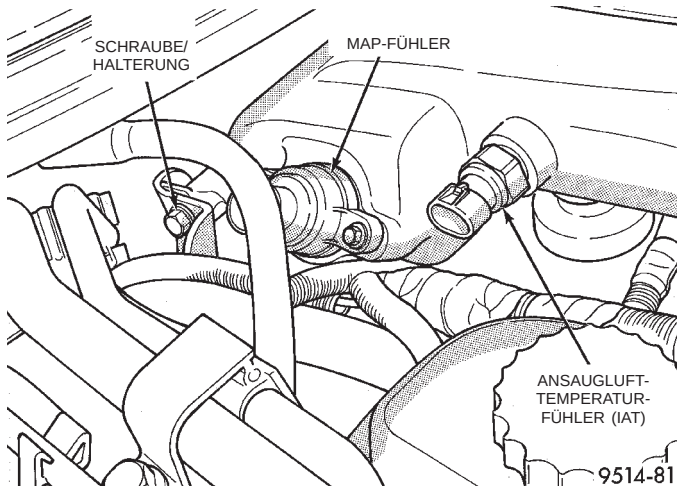
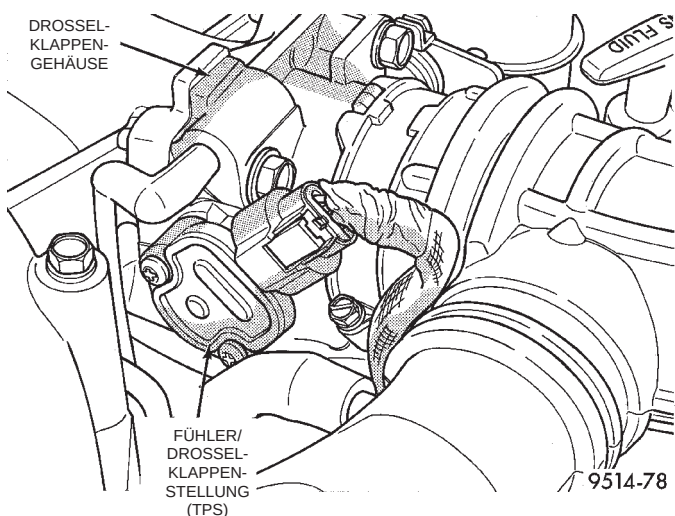
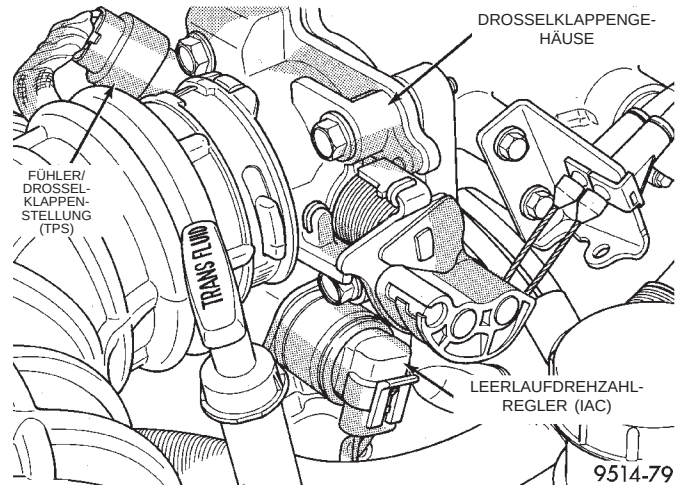

Abb. 29 Fühler am Ansaugluftsammler und linke Schraube der Ansaugluftsammler-Halterung
Abb. 30 Fühler/Drosselklappenstellung (TPS)
Abb. 31 Leerlaufdrehzahlregler (IAC)
(3) Die Kraftstoff-Versorgungsleitung vom Kraftstoffverteilerrohr abziehen. Näheres hierzu siehe "Schnelltrennkupplungen" im Abschnitt "Kraftstoffversorgung" in diesem Kapitel.
(4) Die Steckverbinder vom MAP-Fühler und vom Ansaugluft-Temperaturfühler (IAT) abziehen (Abb. 29).
(5) Die Schraube der Ansaugluftsammler-Halterung hinter dem Ansaugunterdruckfühler (MAP) herausdrehen (Abb. 29).
(6) Die Schraube herausdrehen, mit der der Resonator/Luftansaugsystem am Ansaugluftsammler montiert ist.
(7) Die Schlauchklemme des Luftansaugschlauchs am Drosselklappengehäuse lösen.
(8) Die Schnappverschlüsse lösen, mit denen das Luftfilter-Oberteil auf dem Ansaugluftfiltergehäuse montiert ist.
(9) Das Luftfilter-Oberteil und die Einlaßschläuche vom Motor demontieren.
(10) Die Steckverbinder vom Fühler/Drosselklappenstellung (TPS) und vom Leerlaufdrehzahlregler (IAC) abziehen (Abb. 30) und (Abb. 31).